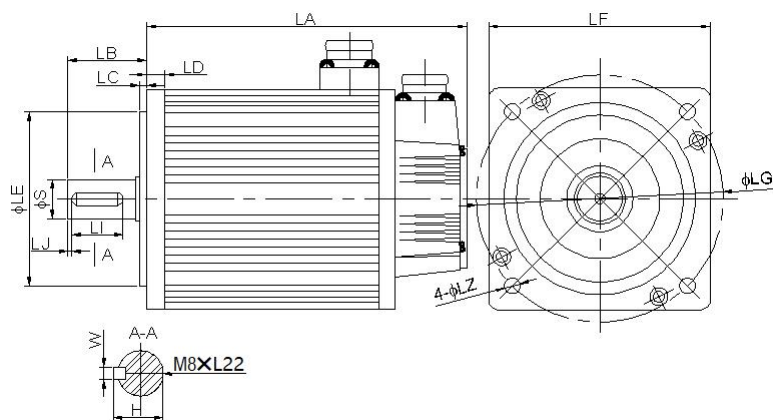

图 3.2 150、180 电机和表 3-2
- 150、180 机座电机的安装尺寸 (见图 3.2 和表 3-2)